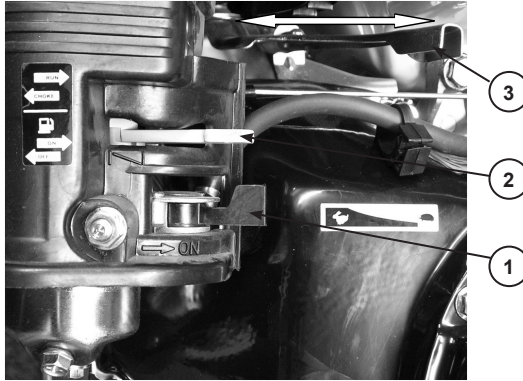

Рис.5
Топливный рычаг (1) Рис.5
Рычаг воздушной заслонки(2) Рис.5
Рычаг газа (3) Рис.5